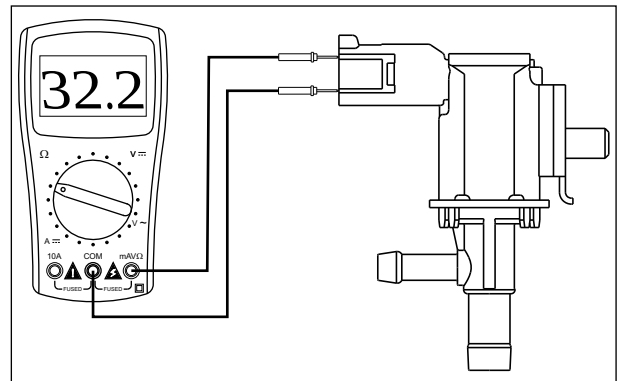

Fig. 5.35
- Conecte o fio positivo “+” do multímetro ao fio laranja com listra azul (OrBI) e o fio negativo “-” ao fio rosa com listra azul (PBI) do conector da válvula de purga e meça a resistência. (Fig. 5.35)